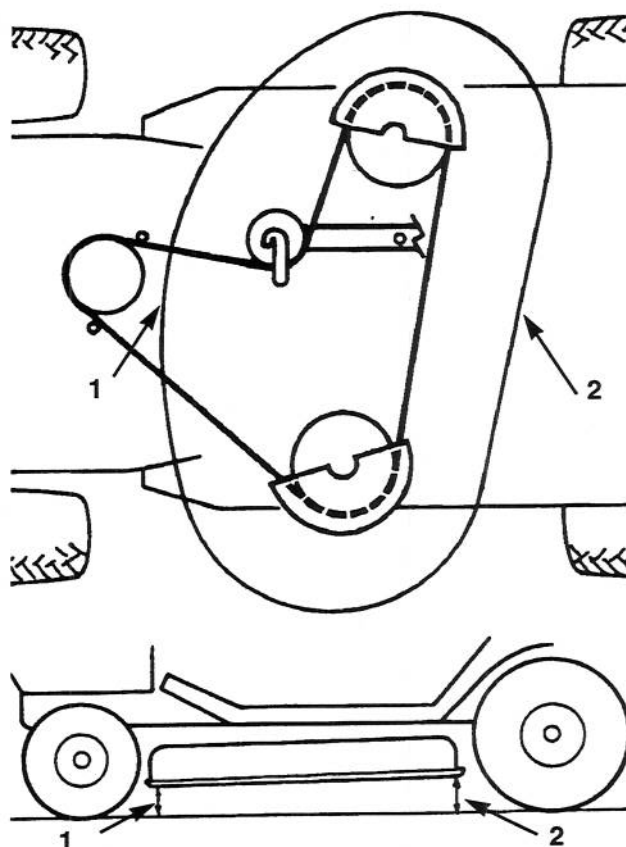

Figure 50
5. Contrôler l'inclinaison avant/arrière en mesurant la distance entre la base de la tondeuse (centre avant et centre arrière) et la surface plane (Fig. 50). Si l'avant de la tondeuse est plus bas de 15,875 mm que l'arrière, un réglage sera nécessaire; se reporter aux points 6, 7, 8 et 9.